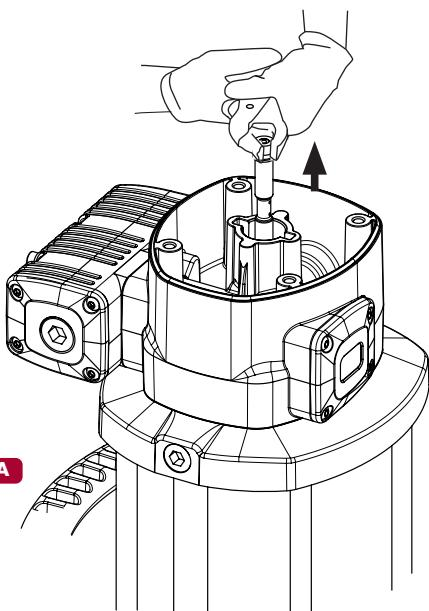
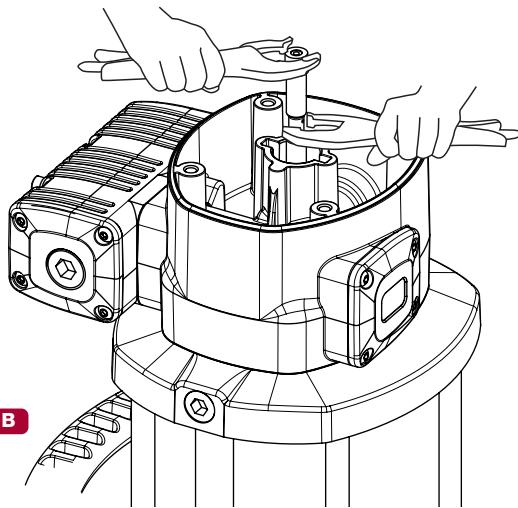

FIG. 6A
FIG. 6B
1. Unscrew the bolts (2) and remove the cap (3).
2. Unscrew the sensor sleeve (4).
3. With a manual clamp on the nut (5), pull the rod (39) outwards until its central recess appears (fig. 6A). Then, with another manual clamp, grab the rod (40) on said recess to prevent sealing surface to be damaged, and unscrew the nut (5) (fig. 6B).
4. Remove o-ring (6) and ring (7), and replace them with new ones later.
5. Unscrew the bolts (55). Pull the motor body (13) outwards to free it along with bridle (36).
6. Take away the gasket (9) and replace its seals (8) and (10).
7. Unscrew the bolts (37) and split the motor (13) from the bridle (36). Take away the washer (32) and replace the seal (8).
8. Take away the cylinder (50) while carefully holding the air piston (46). Replace the piston seal (45).
9. Reassemble in reverse order, applying thread locker in screws (37), nut (5) and sensor sleeve (4).
1. Skruva bort skruvarna (2) och ta bort locket (3).
2. Skruva bort sensorhylsan (4).
3. Använd en polygrip för att hålla fast muttern (5), dra axeln (39) uppåt tills en avsmalning i axeln blir synlig (fig 6A). Använd ytterligare en polygrip och fatta runt avsmalningen i axeln för att undvika skador på tätningssyorna på axelns större diameter, och skruva sedan bort muttern (5) (fig 6B).
4. Ta bort o-ring (6) och ringen (7) och byt ut mot nya senare.
5. Skruva bort skruvarna (55). Dra bort luftmotorns hus (13) tillsammans med adapterplattan (36).
6. Ta bort hylsan (9) och byt tätningarna (8) och (10).
7. Skruva bort skruvarna (37) och dela luftmotorn (13) från adapterplattan (36). Ta bort brickan (32) och byt ut tätningen (8).
8. Ta försiktigt bort luftcylindern (50) samtidigt som man håller i luftkolven (46). Byt ut luftkolvens o-ring (45).
9. Montera i omvänt ordning, applicera låsvätska på skruvarna (37), muttern (5) och sensorhylsan (4).